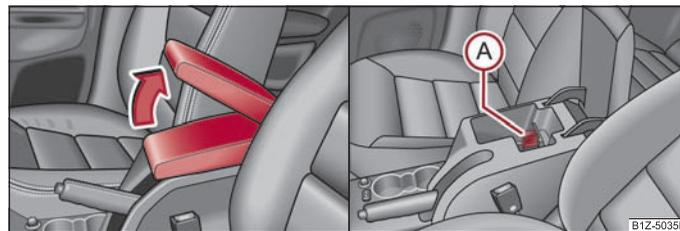

Fig. 97 Accoudoir: Vide-poches / Refroidissement du vide-poches
- Ouvrez le couvercle de l'accoudoir dans le sens de la flèche ⇒ fig. 97 - à gauche.